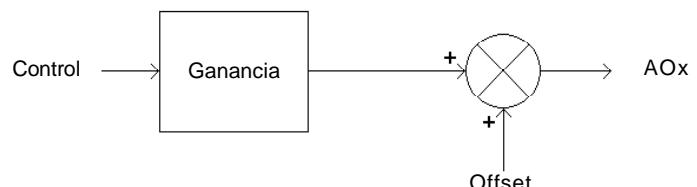

Figura 5.4 - Blocodiagrama de las salidas analógicas
- Los Parámetros P252 y P254 determinan un gaño por el cual o señal de la salida analógica es multiplicado antes de llegar al borne. El blocodiagrama de la figura 5.4 describe su funcionamiento.